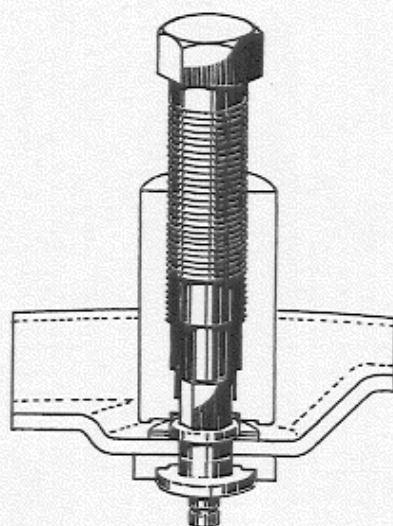

Abb. 28.
4. Mit Abdruckschraube Werkzeug abziehen, siehe Abb. 28.